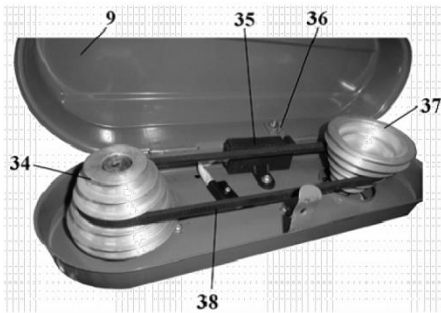
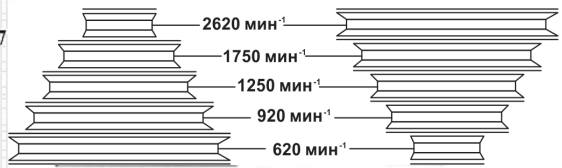
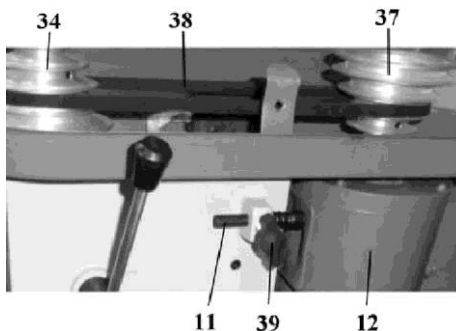

Рис. 8
Рис. 9
Рис. 10
10.8. Швидкість обертання шпинделя регулюється зміною положення клинового ремня (38) на струмках шківів (34 і 37), Рис.8, 9. Можна встановити 5 режимів частоти обертання шпинделя, Рис.9.
Для зміни режиму обертання шпинделя попередньо слід послабити натяг клинового ремня (38), Рис.8. Для цього необхідно послабити гвинт фіксації (39), Рис.10. Перемістіть електродвигун (12) зі шківом (37) в напрямку шківів (34), так як на осі (11) встановлена пружина; положення зафіксуйте гвинтом фіксації (39), Рис.10. Відповідно до наміченої операції та відповідно до таблиці 2 і Рис. 9 необхідно встановити ремінь (38) на струмках шківів (34 і 37), Рис.8 -10.